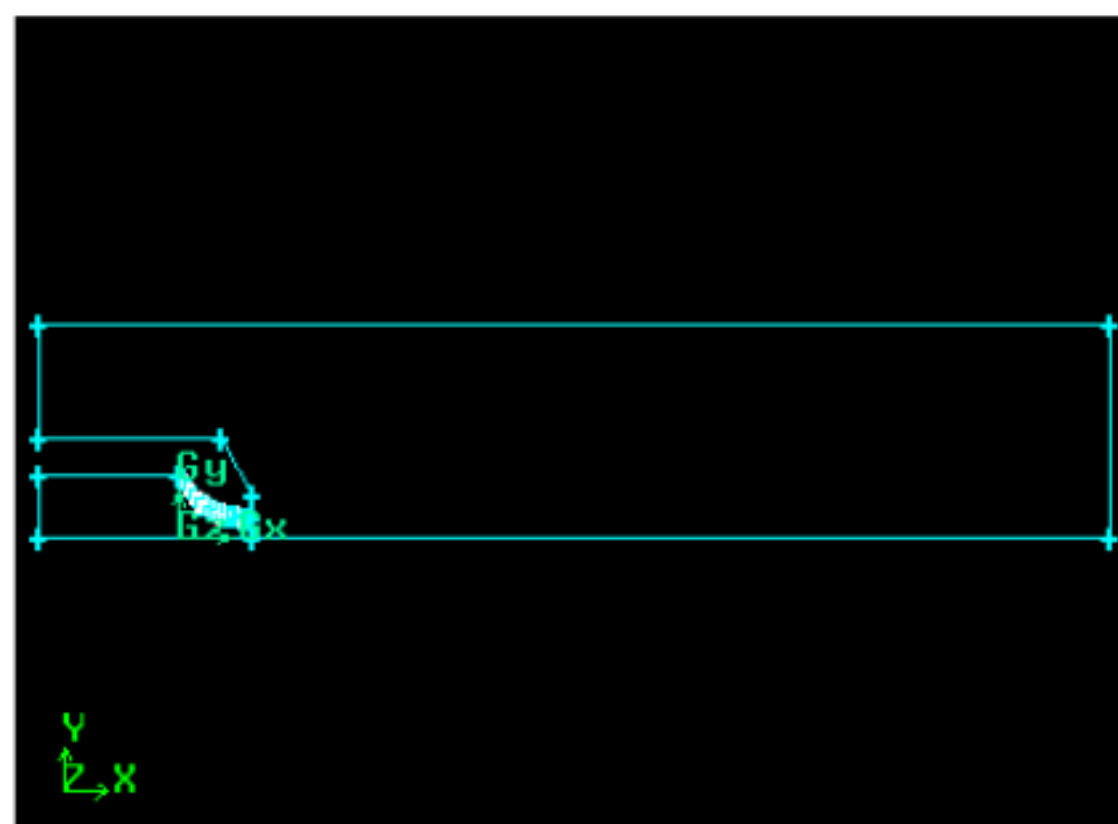

图 5 二维轴对称喷嘴计算域
1. 如图 5 所示，完成模型的其他部分，将喷嘴的外流场组成一个面。计算域为 20D\*5D